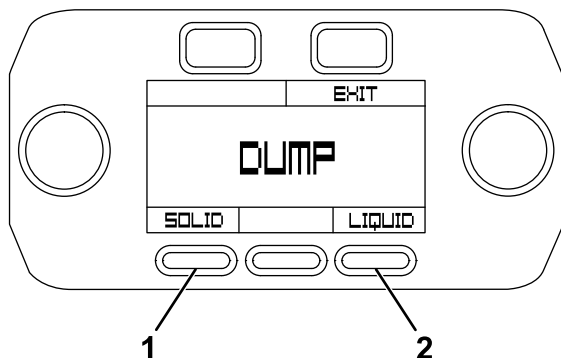

Figure 52
- Sur l'écran Dump (vidage), sélectionnez le matériau que vous souhaitez vider avec la commande de vidage (Figure 52). Appuyez sur le bouton Solid (solide) pour vider uniquement le matériau présent dans la benne de l'épandeur. Appuyez sur le bouton Liquid (liquide) pour vider uniquement la solution présente dans la cuve.